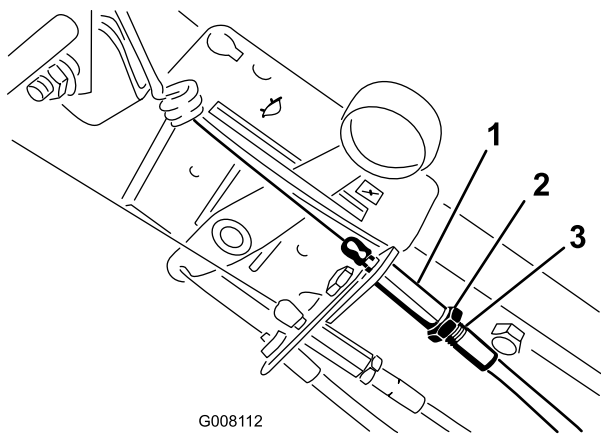

Figure 28
4. Ajustez le dispositif de réglage du câble sur le guidon de sorte que 6 mm (1/4") de filetage soit visible, puis serrez l'écrou (Figure 28).